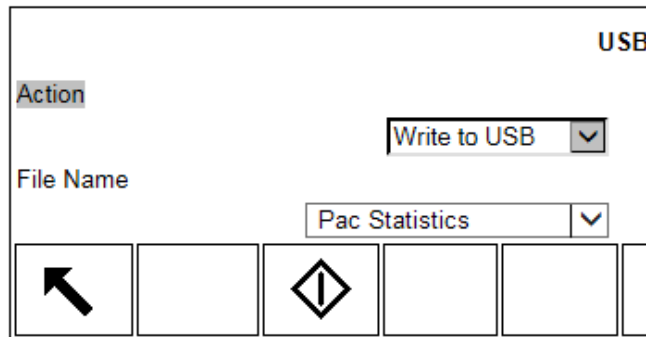

Figura D-4: Escriba las estadísticas Pac en la pantalla de la unidad de memoria USB
3. En la opción Nombre de archivo, seleccione Estadísticas Pac como se muestra en la Figura D-4.